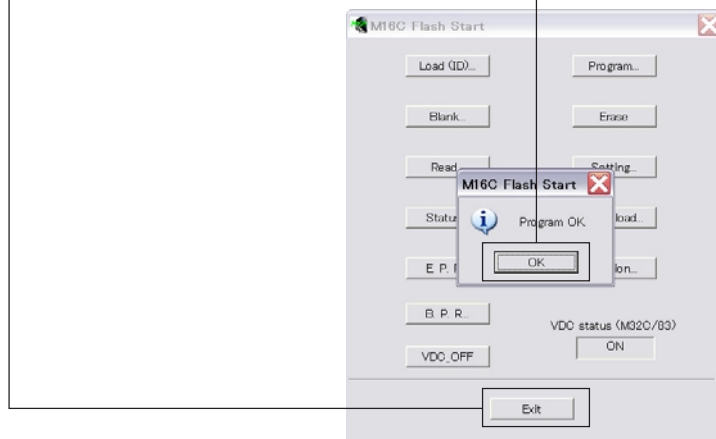

Fig. 6
Click [OK]. (Fig. 6)
[OK]をクリックします。(Fig. 6)
10. Click [EXIT], to end "FlashSta.exe". (Fig. 6)
10. [EXIT]をクリックして、“FlashSta.exe”を終了します。(Fig. 6)